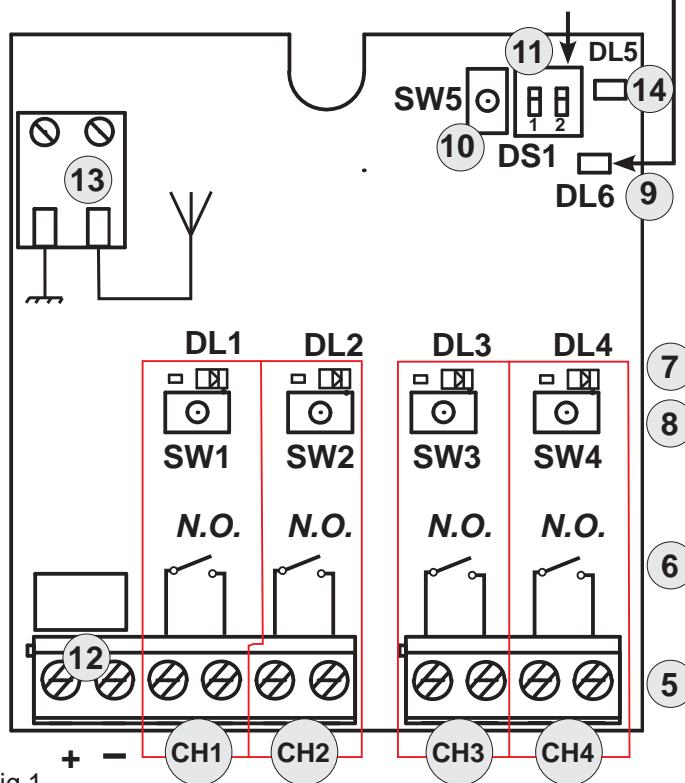

Fig.1
- 2) El diodo correspondiente (Fig.1 ref. ⑦) al pulsador presionado destellará los primeros 5 seg. y seguidamente destellará más rápidamente durante los siguientes 5 seg.
Para programar el tiempo, en primer lugar hay que **escoger, mediante el dip switch 2, la base de tiempos** con la que la tarjeta realizará el conteo (**véase tabla fig.1**). En segundo lugar hay que presionar la tecla SW5 (Fig.1 ref. ⑩) hasta llegar al tiempo elegido (A cada presión de la tecla corresponde un breve encendido del diodo DL6). Espere 5 segundos, **sin presionar ninguna tecla**, hasta que se encienda el diodo DL6 con luz fija durante 3 seg. (Para salir de la programación)
2) Presione la tecla SW5 (Fig.1 ref. ⑩) 10 veces. (base de tiempos de 30 seg. X 10 presiones = 5 min.)
2) Presione la tecla SW5 (Fig.1 ref. ⑩) 20 veces.
- 4) Druk 1 seconde op de knop van de ontvanger (Fig.1 ref. ⑧) die hoort bij het kanaal waarmee u de radioafstandsbediening wilt associëren.
- 5) De bijbehorende led op de ontvanger (Fig.1 ref. ⑦) begint 5 sec. langzaam te knipperen.
- 7) De led op de kaart (Fig.1 ref. ⑦) blijft 1 seconde lang branden om vervolgens te doven, waarmee wordt aangegeven dat opslag heeft plaatsgevonden.
- 1) Druk 1 seconde op de ontvanger op de knop (Fig.1 ref. ⑧) die 0005810762 - Rev. 3
- 2) Op de ontvanger begint de bijbehorende led (Fig.1 ref. ⑦) 5 sec. langzaam te knipperen.
- 4) De led op de ontvanger (Fig.1 ref. ⑦) blijft 1 seconde lang branden, waarmee wordt aangegeven dat de afstandsbediening in het geheugen is opgeslagen, om vervolgens opnieuw sec. te knipperen, gedurende welke periode nog een radioafstandsbediening kan worden opgeslagen.
- 1) Om **ALLE** codes van de met de kanalen 1-2 of 3-4 geassocieerde afstandsbedieningen te wissen, hoeft enkel de knop bijbehorende knop (Fig.1 ref. ⑧) 10 sec. lang ingedrukt te worden gehouden (**BIJV.: OM ALLE MET DE KANALEN 1-2 GEASSOCIEERDE RADIOAFSTANDSBEDIENINGEN TE WISSEN, DRUKT U OP SW1 OF SW2**).
- 2) De led die bij de ingedrukte knop hoort (Fig.1 ref. ⑦) knippert eerst 5 sec. normaal, om vervolgens 5 sec. sneller te knipperen.
Om de tijd te programmeren **moet in de eerste plaats dor middel van de dipschakelaar 2 de tijdeenheid worden gekozen** waarmee de kaart zal tellen (zie tabel fig. 1); druk vervolgens op toets SW5 (Fig.1 ref. ⑩) tot u de gekozen tijd bereikt (ledere keer dat de toets wordt ingedrukt licht de led DL6 even op). Wacht 5 sec., **zonder op enige toets te drukken**, tot de led DL6 3 seconden lang blijft branden. (Om de programmering te verlaten)
- 2) Druk 10 keer op de toets SW5 (Fig.1 ref. ⑩).
2) Druk 20 keer op de toets SW5 (Fig.1 ref. ⑩).